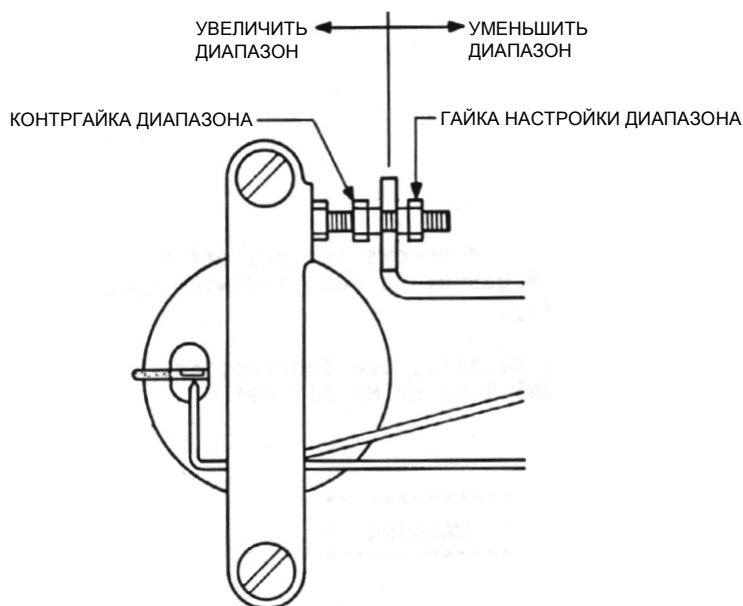

Рисунок 9
5. См. Рисунок 9. Ослабьте контргайку диапазона (5/16 дюйма) и поверните гайку настройки диапазона пропорционально величине отклонения (шаг 3) следующим образом: 1/6 оборота (угол между вершинами шестигранной гайки) корректирует отклонение на 0.5%.